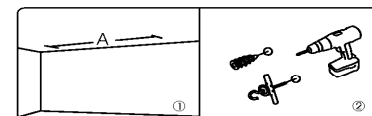

Figure 13
1. Percez deux trous identiques avec une perceuse électrique et assurez-vous qu'ils soient horizontaux par rapport au mur. Fixez les étriers de suspension (non fournis) dans le plafond (figure 13).